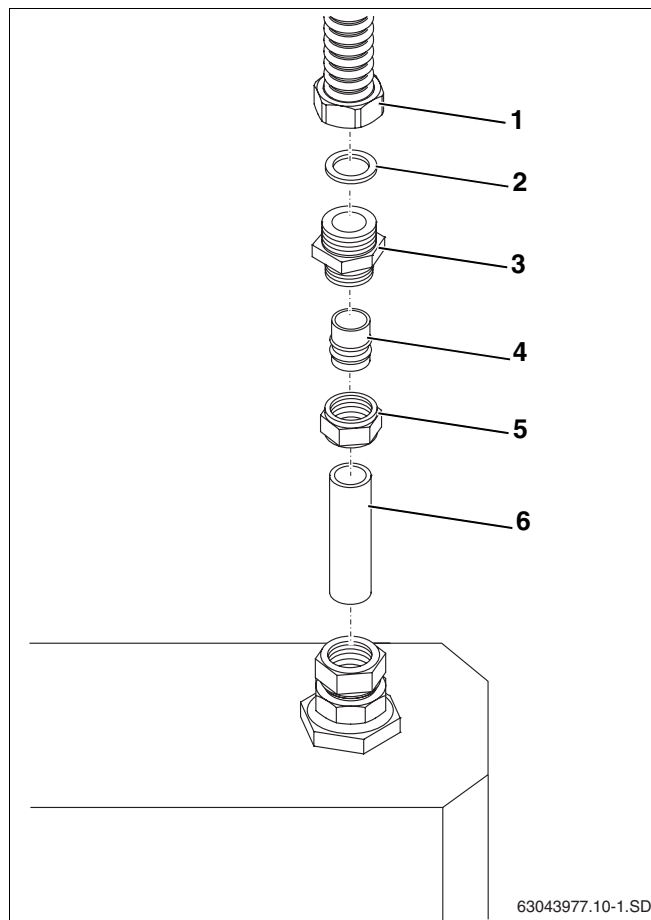

Abb. 10 Twin Tube DN 20 bei Klemmringverschraubung 18 mm
- Dichtung (Abb. 10, **Pos. 2**) in die vormontierte Überwurfmutter Rp1 (Abb. 10, **Pos. 1**) des Edelstahlwellrohres einlegen.
- Klemmringverschraubung R1 × 22 mm (Abb. 10, **Pos. 3**) mit der Überwurfmutter (Abb. 10, **Pos. 1**) des Edelstahlwellrohres verschrauben.
- Klemmring 22 mm der Klemmringverschraubung gegen die Reduzierung 22 × 18 mm (Abb. 10, **Pos. 4**) austauschen.
- Cu-Rohre Ø 18 mm (Abb. 10, **Pos. 6**) richtig ablängen um diese 2–3 cm bzw. bis zum Anschlag in die Klemmringverschraubungen einschieben zu können.